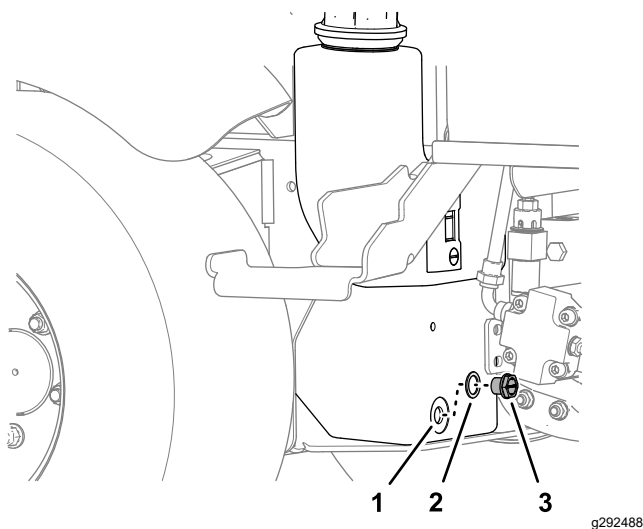

Figure 72
- Placez un bac de vidange sous le réservoir hydraulique, retirez le bouchon de vidange du réservoir et vidangez tout le liquide hydraulique (Figure 72).